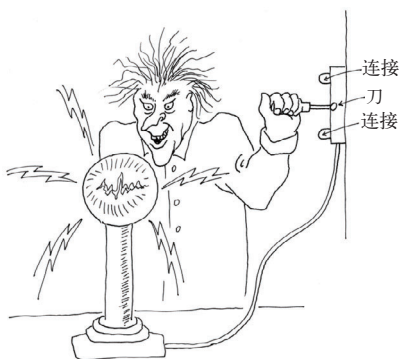

图 2-29 这个疯狂科学家正在准备给它的实验加电。为此，它使用了一个单刀双掷的刀闸开关，很便利地安装在他的地下实验室的墙上
(1) OFF-(ON): 由于 ON 状态在括号中，所以 ON 就是短暂状态。这是一种单刀开关，它只在你按压时才建立连接，当你放开时，它又回复原状，断开连接。这也称作“常开”短暂开关，缩写为“NO”。
(2) ON-(OFF): 与上面相反的短暂单刀开关。它的正常状态是 ON，但当你按压时，连接就断开了，所以 OFF 状态是短暂状态。它被称作“常闭”短暂开关，简写为“NC”。
(3) (ON)-OFF-(ON): 这个开关具有一个中心断开位置。无论你往哪个方向按压，都将建立一个短暂的连接，而当你放开时，它又将回复到中心断开的状态。
其他的形式也是可能的，例如 ON-OFF-(ON)、ON-(ON) 等。只要你记住括号中的状态表示短暂状态，你就能够弄明白这些开关是干什么的。图 2-29 就显示出了单刀双掷开关的便利性。